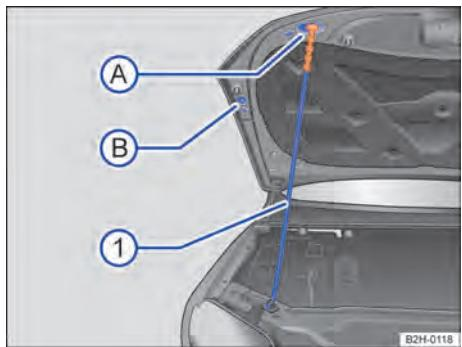

Fig. 148 Fixar a tampa do compartimento do motor com a haste de sustentação.
- Desencaixar a haste de sustentação → Fig. 148 ① no punho de cor contrastante, no lado direito do painel dianteiro → ▲.
- Introduzir a haste de sustentação no punho, na fixação → Fig. 148 A ou B.